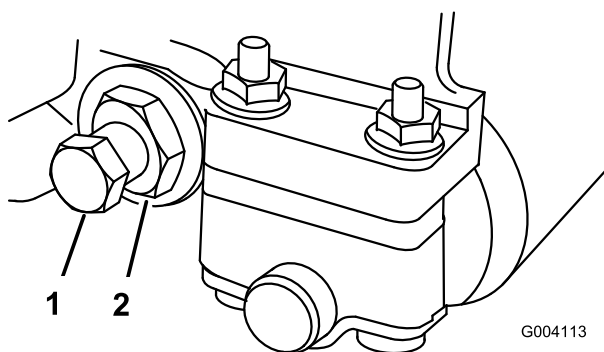
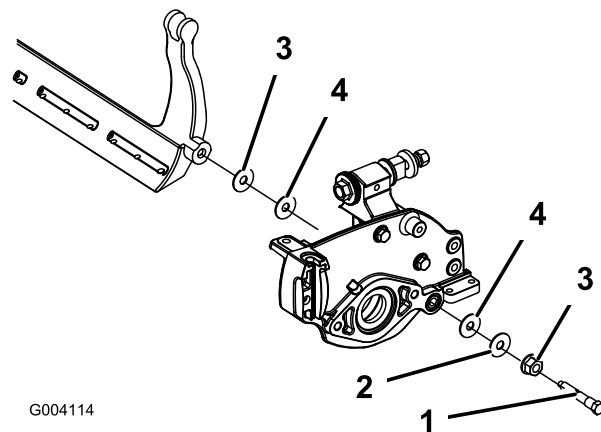

図 20
図 21
3. ベッドバー・ボルト (図 20) を固定しているロックナット (機体両側) をゆるめる。
4. 各ベッドバー・ボルトを抜いて、ベッドバーを下に引き抜いて外す (図 20)。ベッドバーの両端にナイロン・ワッシャ2枚とスチール・ワッシャ1枚ずつがあるので注意する (図 21)。
2. ベッド・バー・ボルト (とボルトについているナット) とワッシャ6枚で、ベッド・バーを各サイド・プレートに固定する。ナイロン・ワッシャはサイド・プレートの両側のボスに嵌め込む。その外側からスチール製ワッシャを取り付ける (図 21)。ベッドバー・ボルトを2.7~3.7 kg.m にトルク締めし、外側のスチール製ワッシャの遊びがなくなって回らなくなっているが、サイドプレートを変形させるほどには締めすぎでない程度に、ロックナットを締め付ける。内側のワッシャには遊びがあってよい。